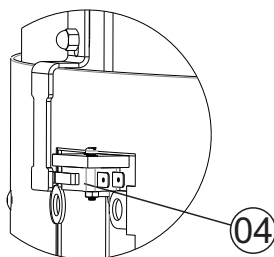

Figura 2
Remova os parafusos (item 2) das tampas (item 1) conforme Figura 2.